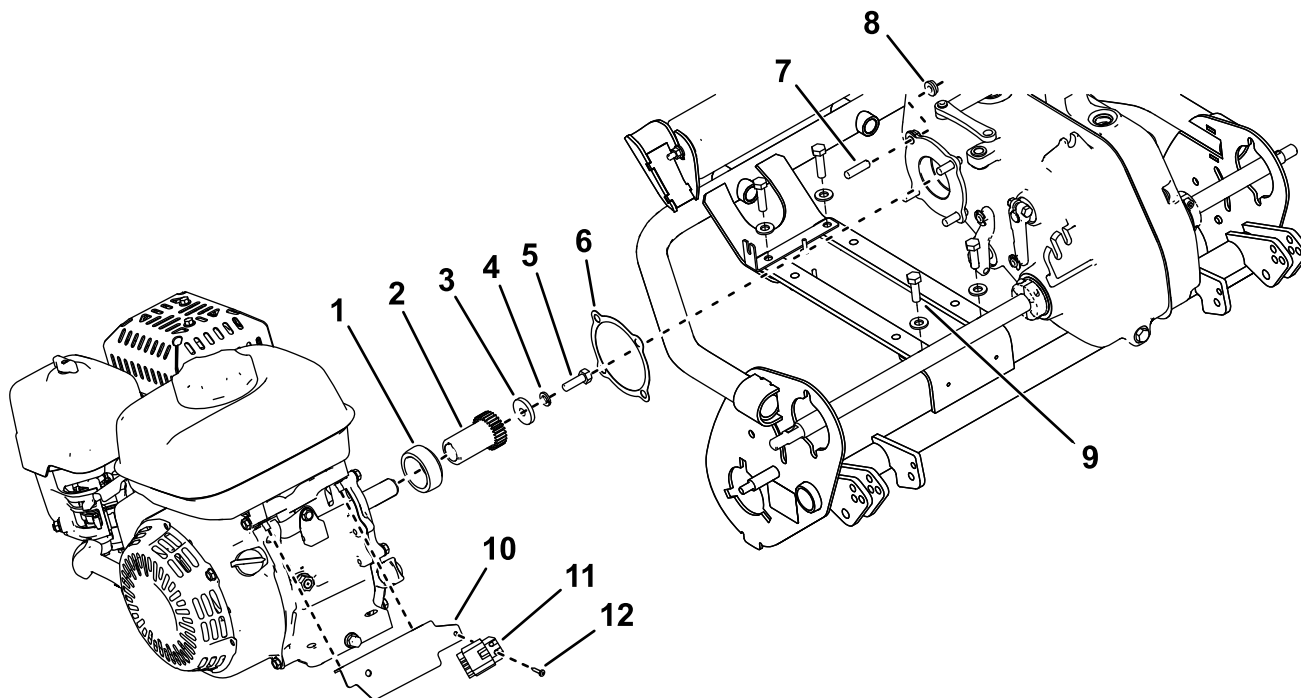

图8
2. 卸下并丢弃将发动机安装到齿轮箱的螺母 图8。
1. 将中等强度可清除防松螺纹油如蓝色 Loctite® 242 乐泰胶涂在新固定螺丝的螺纹上然后将其安装到发动机上 图8。
2. 将之前卸下的发动机输出轴组件安装到发动机 图8。
3. 使用随附的自攻螺丝 图8将联锁模块安装到线束支架。
8. 使用之前卸下的螺母 图8将发动机安装到齿轮箱。